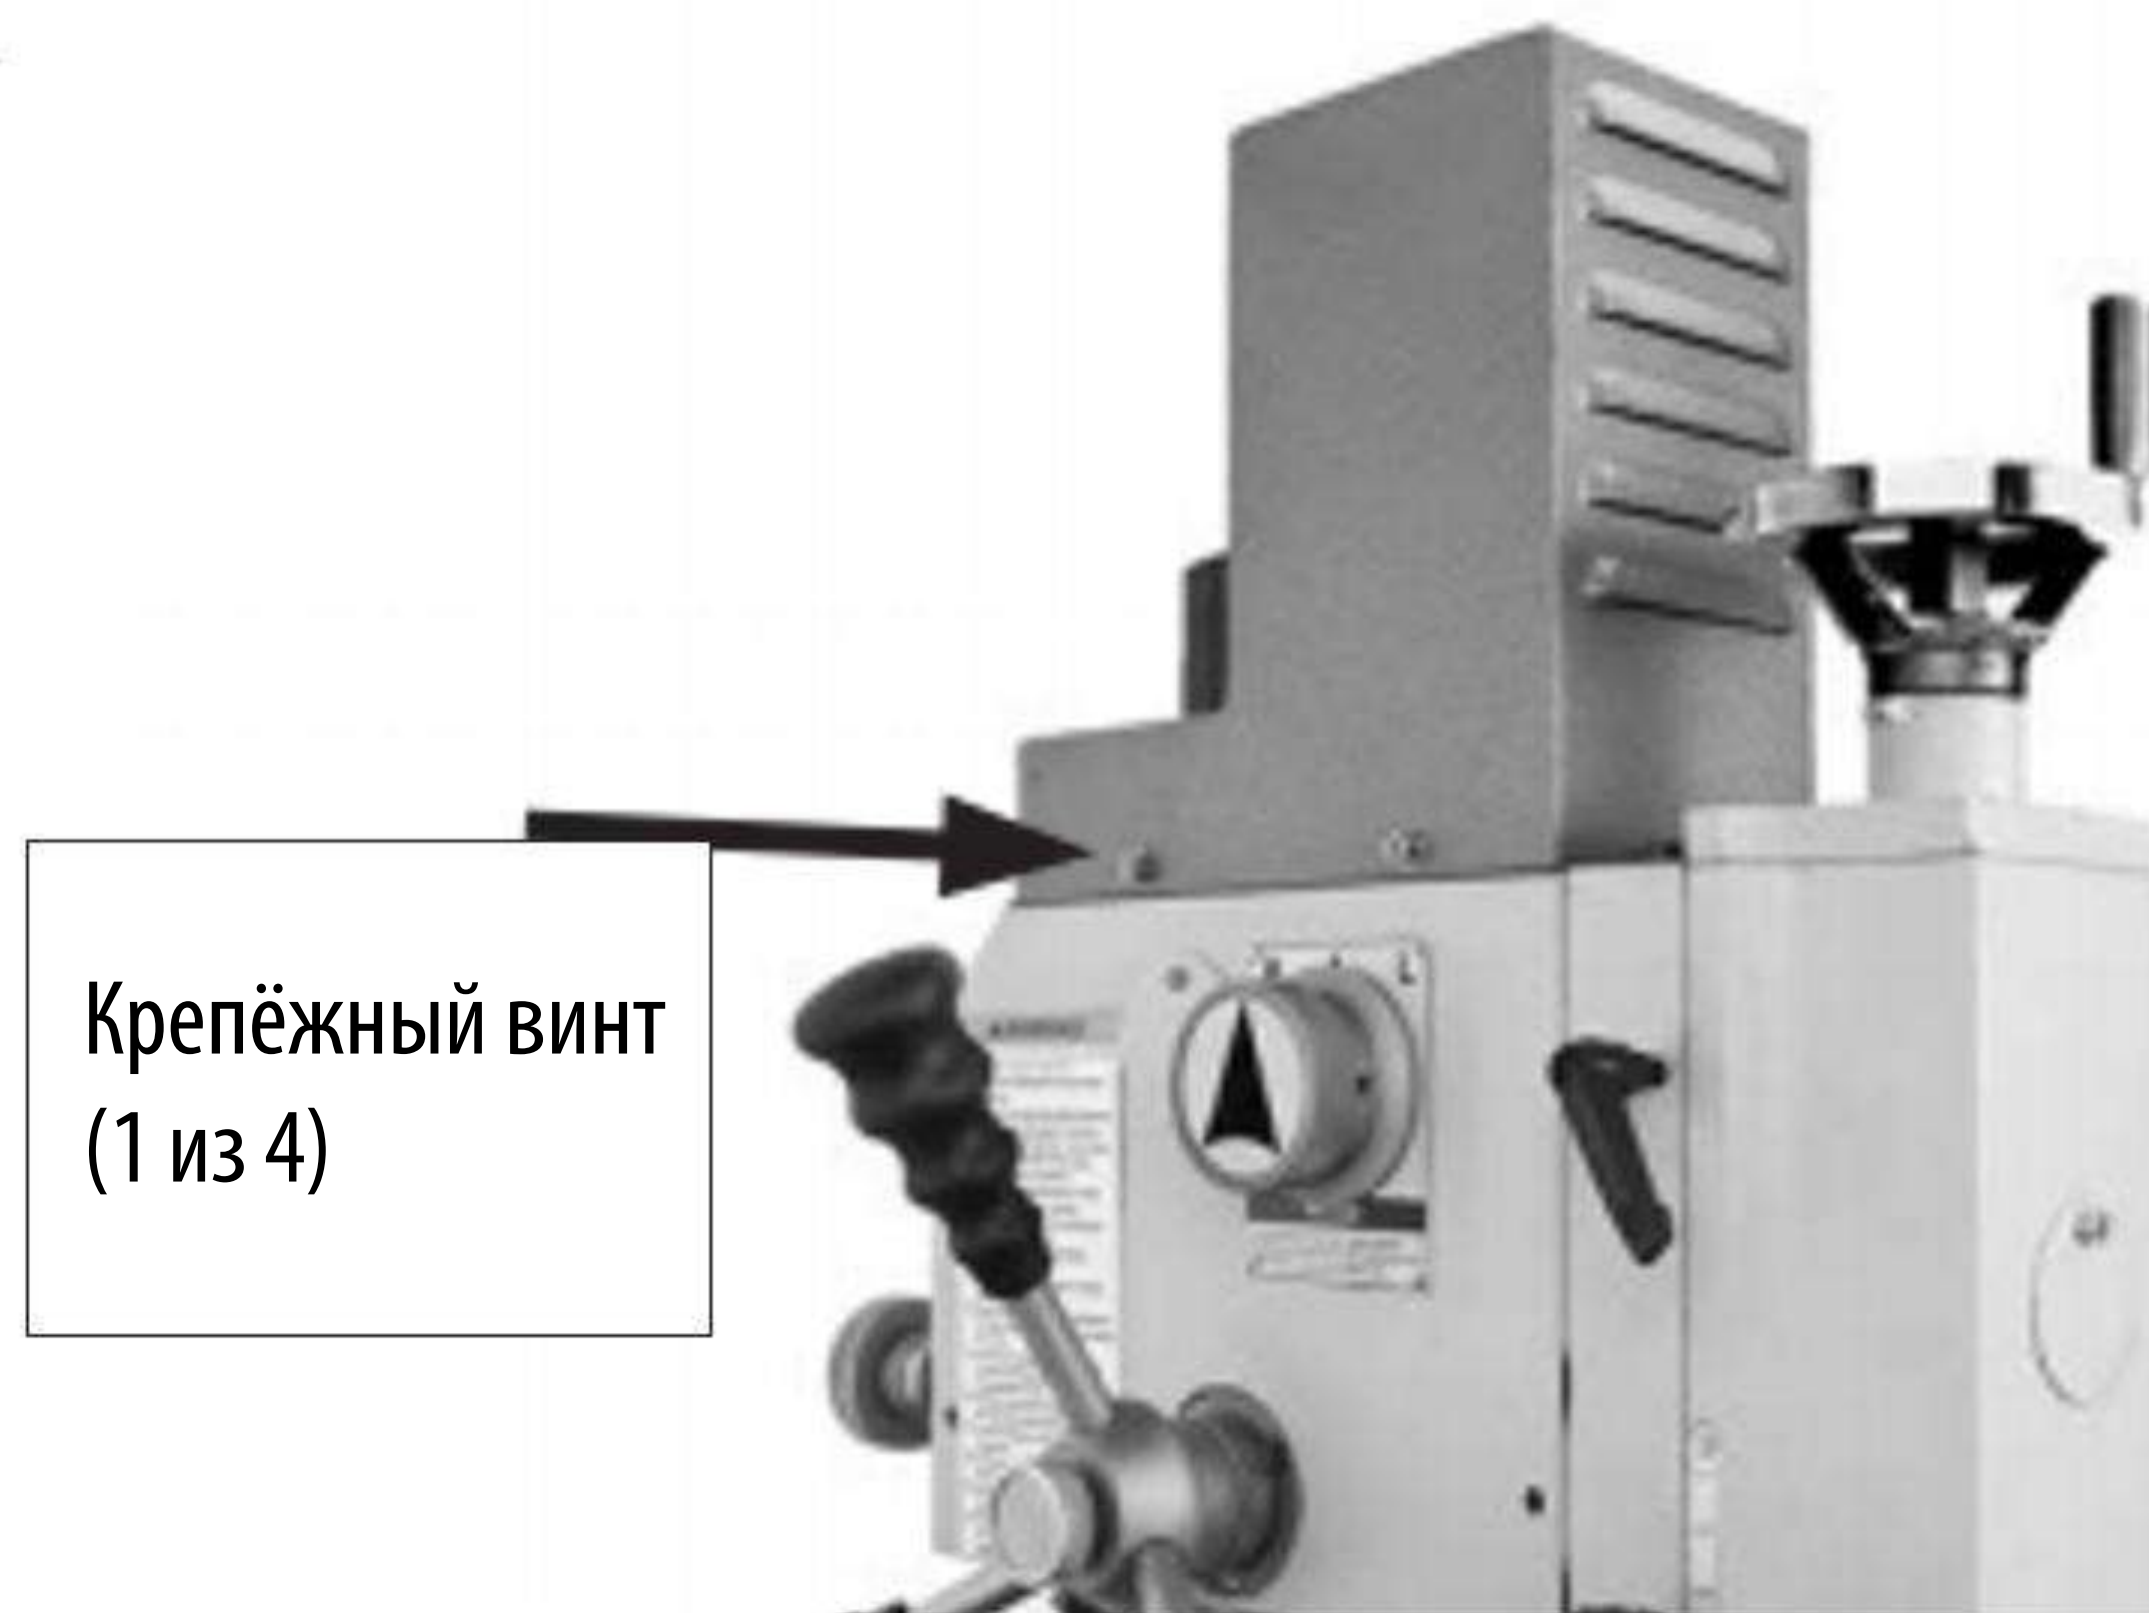

Рис. 39
2. Снимите кожух двигателя, вывернув крепёжные винты (см. Рисунок 39).